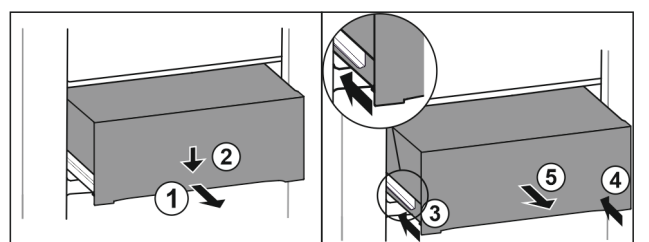

Fig. 114
- ▶ Витягніть ящик на половину. Fig. 114 (1)
- ▶ Спрямуйте висувний ящик вниз спереду. Fig. 114 (2)
- ▶ Вставте ліву рейку приблизно на 2 см. Fig. 114 (3)
- ▶ Вставте праву рейку приблизно на 2 см. Fig. 114 (4)
- ▶ Вийняти висувний ящик рухом вперед. Fig. 114 (5)